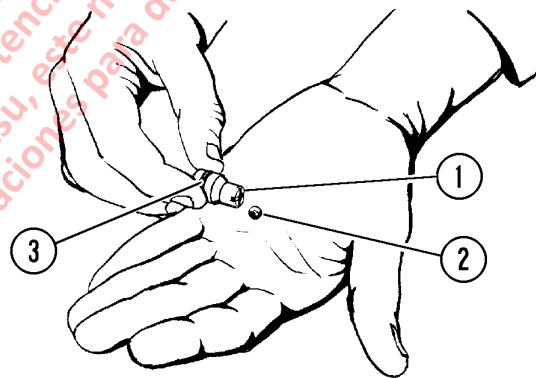

FIGURA 8-7. CABEZAL MÓVIL Y BOLA
2. Retire los pernos y levante la cubierta de la sección del carrete (1, Figura 8-7) de la carcasa.
3. Retire el cabezal móvil (1, Figura 8-7) de la cubierta del carrete. Retire y deseche la junta tórica (3).